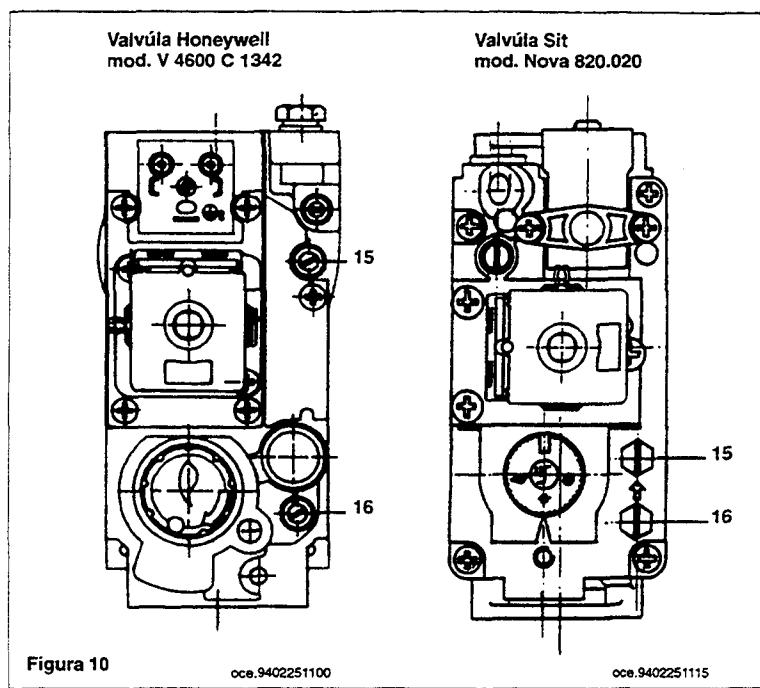

Figura 10
El valor de presión en el quemador se puede medir por medio de un manómetro, posiblemente de agua, conectado a la toma de presión (15) presente en la válvula del gas (véase figura 10 en página 11).
O valor de pressão ao queimador é visível por meio de um manômetro possivelmente de água ligado à tomada de pressão (15) presente na válvula do gás (ver figura 10 da página 11).
- conectar un manómetro, posiblemente de agua, a la toma de presión (15) de la válvula del gas (figura 10);
- ligar um manómetro possivelmente de água à tomada de pressão (15) da válvula do gás (figura 10);
- controlar que la presión dinámica de alimentación de la caldera, medida en la toma de presión (16) de la válvula del gas (figura 10), sea correcta (28 mbar para el gas butano, 37 mbar para el gas propano o 20 mbar para el gas natural);
- verificar que a pressão dinâmica de alimentação da caldeira, medida na tomada de pressão (16) da válvula do gás (figura 10) seja a correcta (30 mbar para o gás butano, 37 mbar para o gás propano ou 20 mbar para o gás natural);